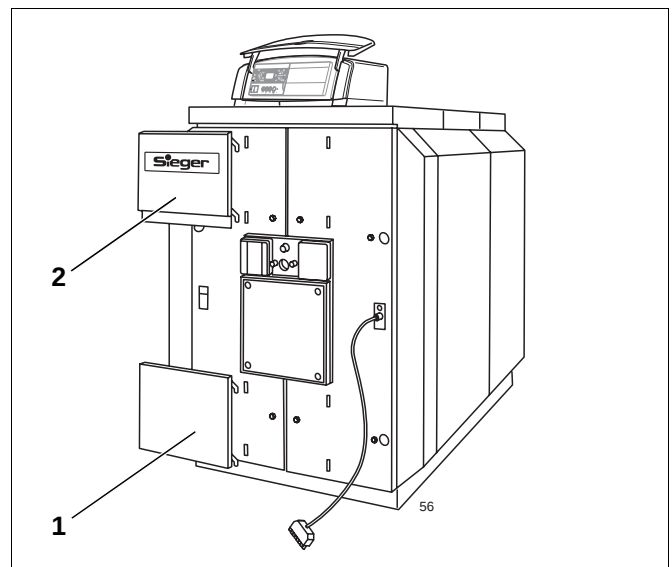

Abb. 60 Brenner­türblenden einhängen
- Brenner­türblenden in die Brenner­türverkleidung einhängen (Abb. 60, **Pos. 1** und **2**).